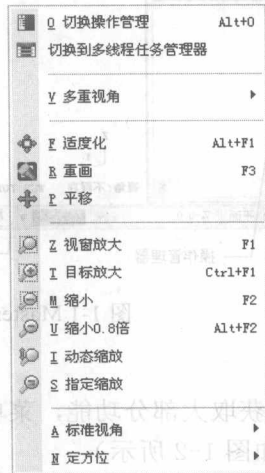

图 1-4 视图菜单项
(3) 【视图】: 该菜单用于视图的设置, 既可以平移、缩放视图, 还可以选择屏幕中观察的视图角度, 如图 1-4 所示。